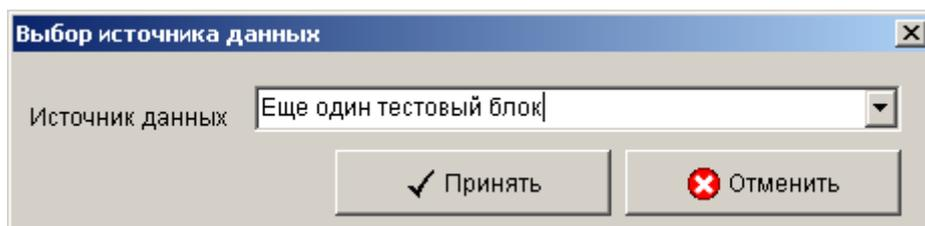

Рис. 34. Форма выбора текущего источника данных программы
- Форма выбора текущего источника данных приведена на рис. 34. Эта форма позволяет пользователю выбрать источник данных (расходомер), с которым в дальнейшем будет работать программа. Форма вызывается при щелчке мышью по кнопке "Сменить источник данных" основной формы программы.